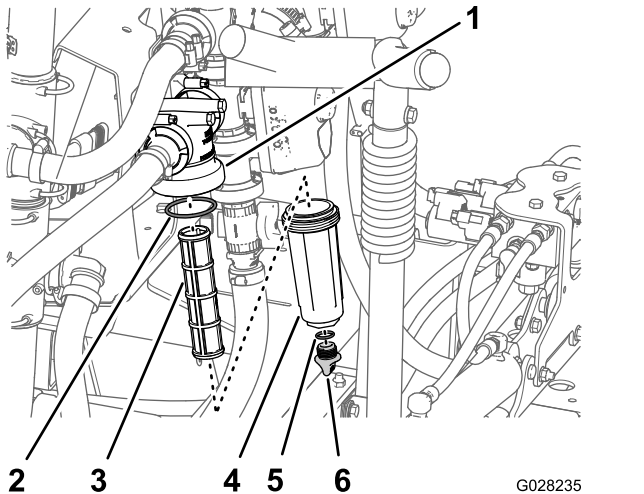

図 114
2. 圧力フィルタの下に受け容器をおく 図 114。
3. 圧力フィッティングのドレンプラグを左に回して外す 図 114。
4. ボウルを左に回してフィルタヘッドから外す 図 114。
5. 古い圧力フィルタエレメントを外す 図 114。
6. ドレンプラグの Oリングボウルの内側とボウルの Oリングフィルタヘッドの内側に傷や破損がないか点検する 図 114。
7. 新しい圧力フィルタエレメントをフィルタヘッドに取り付ける 図 114。
8. フィルタヘッドにボウルを取り付けて手締めする 図 114。
9. ボウルにプラグを取り付けて手締めする 図 114。